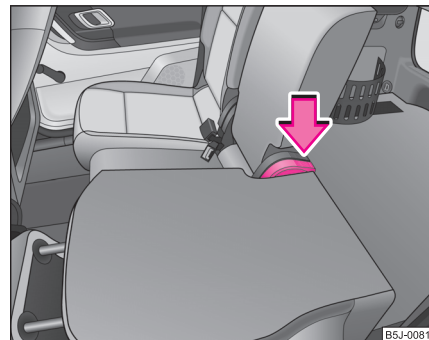

Fig. 58 Replegar el respaldo
- Presionar la palanca ⇒ fig. 58 y replegar el respaldo. Asegúrese de que el respaldo haya encastrado.